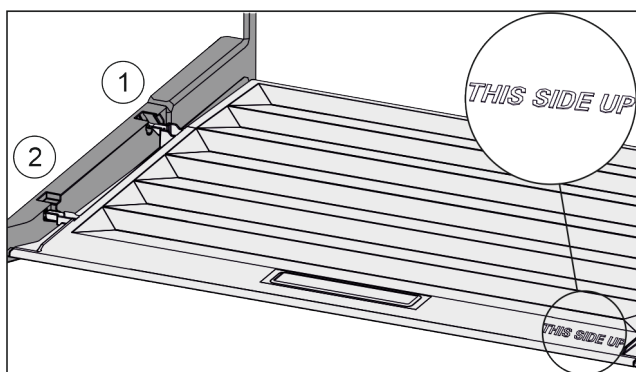

Fig. 110
- ▶ Robova predala vstavite nad odprtino zadnjega držala Fig. 110 (1), spredaj pa ju zataknete v držalo Fig. 110 (2).